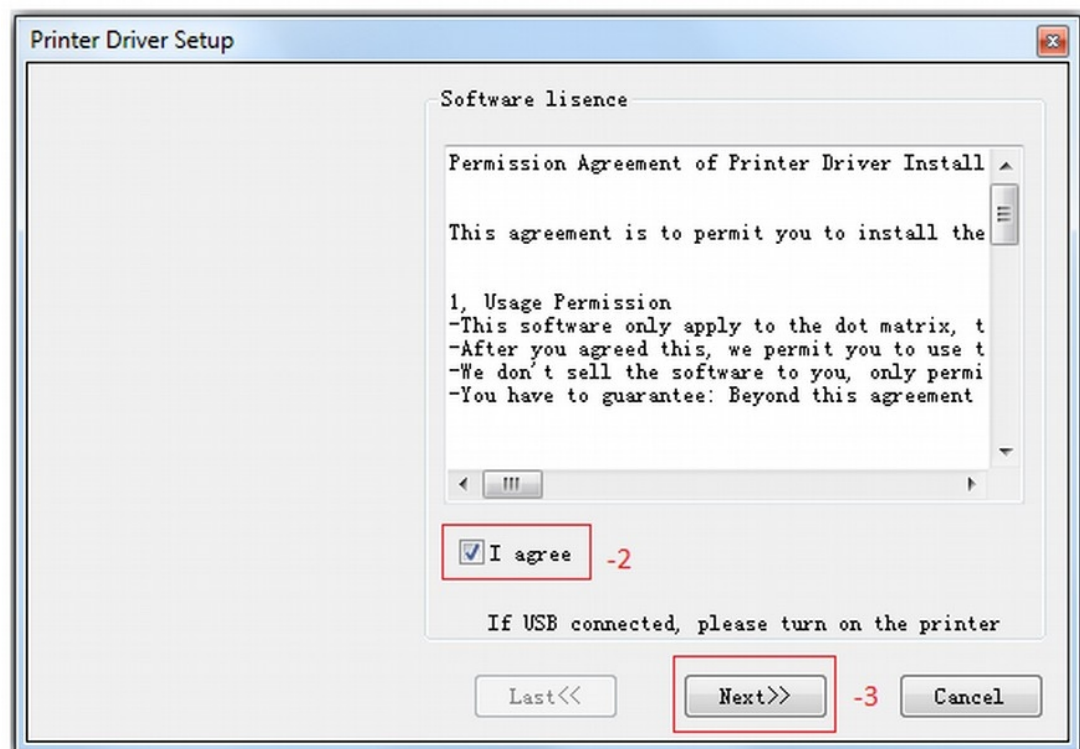

Figura 2
b) Selecione a opção “I agree” e clique em “Next”. (Figura 2).